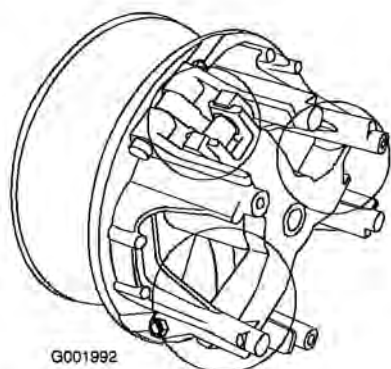

図 56
5. 図 56で○で囲んで表示している部分の可動部にToro 潤滑剤（Toro 代理店で購入可能）をスプレーする。